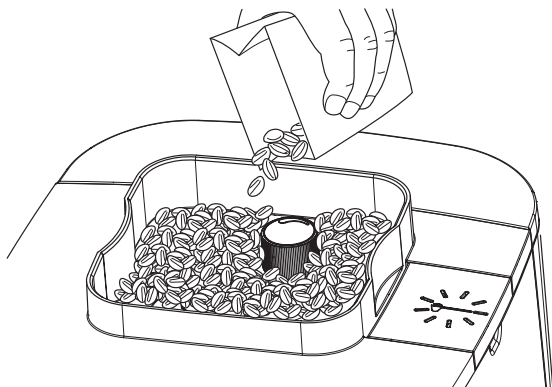

fig. 4: Påfyldning af kaffebønner
2. Fyld bønnebeholderen med kaffebønner (fig. 4). Sørg for at der altid er nok kaffebønner i beholderen.